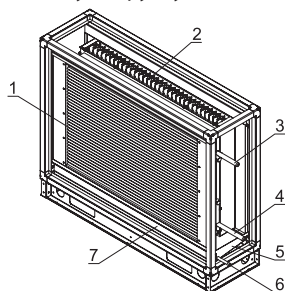

Рисунок 13
Водяной воздухоохладитель (рис. 13) предназначен для охлаждения и осушения воздуха и представляет собой медно-алюминиевый теплообменник (1), поверхность нагрева которого образована пучком медных труб, оребренных пластинами из алюминиевой фольги. Теплообменник (1) и каплеуловитель (2) установлены на специальные направляющие (7) и образуют разборную конструкцию позволяющую демонтировать их по отдельности. Для слива теплоносителя и выпуска воздуха из контура теплообменника